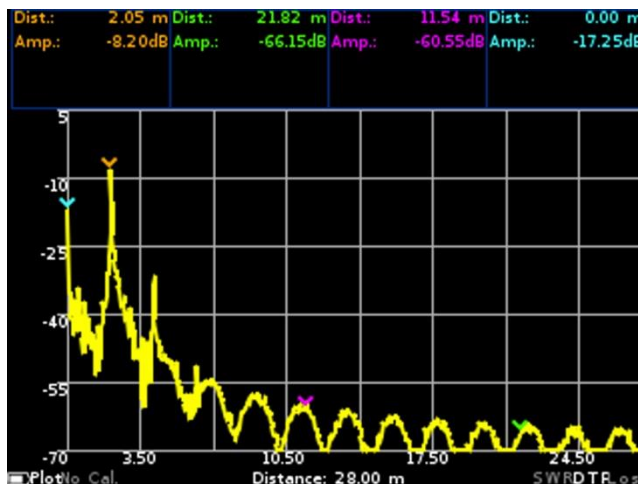

Рисунок 10.9. – График измерения расстояния до повреждения кабеля
10.7.1. **DTF** – **distance to fault** – расстояние до повреждения. Данный график (Рисунок 10.9) позволяет измерять расстояние до повреждения или неоднородности кабеля в линиях связи. Вычисляется как обратное преобразование Фурье от частотного массива коэффициентов отражения. На экране прибора график отображается как **DTF**.
**Примечание** – Для более детального анализа графика, нажмите кнопку (9) «**SPAN**» и кнопками перемещения (8) измените масштаб отображаемого графика. Для перемещения по графику в пределах выбранного диапазона нажмите кнопку (10) «**FREQ**» и кнопками перемещения (8) сдвиньте график в нужную сторону.